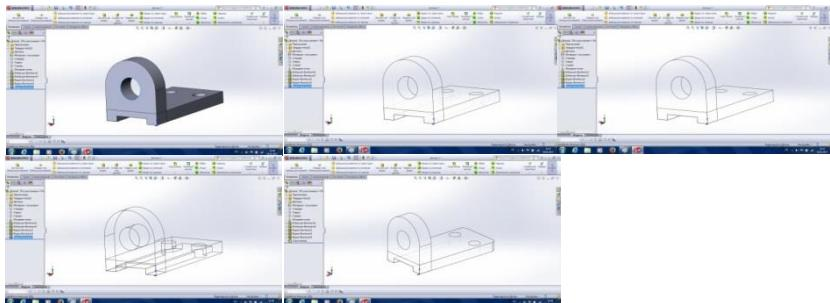

Рис. 3.19
**SolidWorks** дозволяє представляти отриману твердотільну модель декількома способами (рис. 3.19) у вкладці **Стиль відображення**: